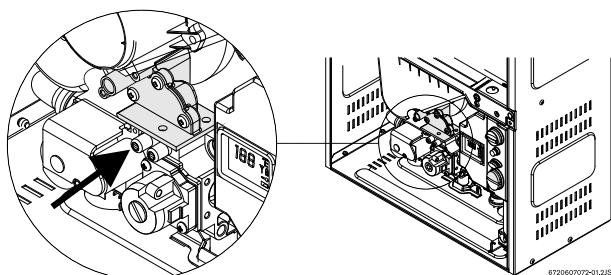

Fig. 24 Mesure de la pression du gaz (branchement gauche)
- ▶ Enlevez le couvercle avant et localisez le point de mesure du gaz d'admission (voir la Fig. 24).